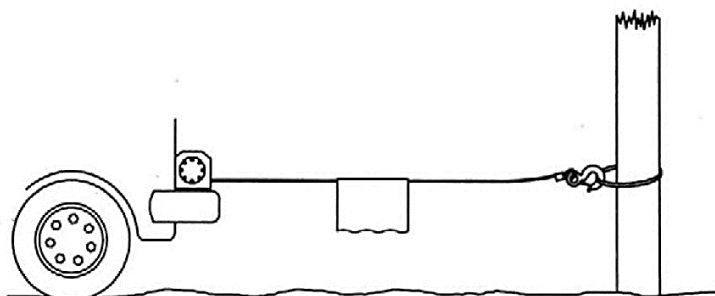

Рисунок 6.
2. При перемещении груза оберните трос одеялом или брезентом («гаситель») в месте около зацепа крюка (рисунок 6). Это замедлит резкое раскручивание сломанного троса и поможет предотвратить серьезные травмы. Для защиты лобового стекла поднимите капот.